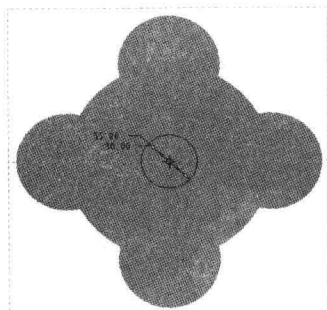

图 8-64 绘制第二个截面
Step 08 单击“草绘”选项卡中的相应按钮，绘制第二个截面，如图 8-64 所示。